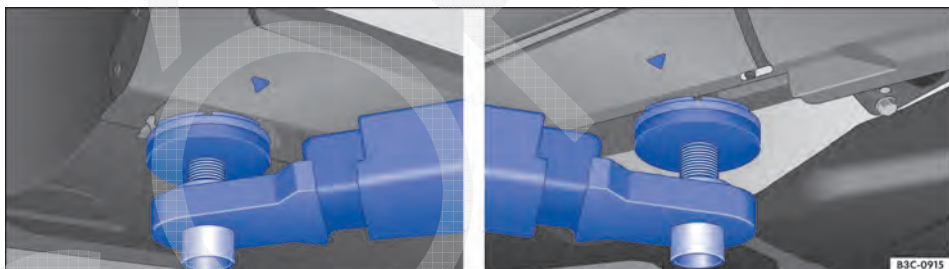
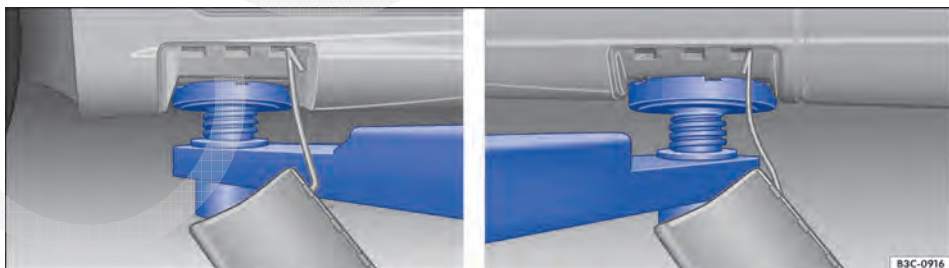

Fig. 237 Suspender com a plataforma elevatória: pontos de recepção em veículos sem cobertura.
Fig. 238 Suspender com a plataforma elevatória: pontos de recepção em veículos com cobertura.
O veículo deve ser suspenso somente pelos pontos indicados nas figuras ⇒ Fig. 237 e ⇒ Fig. 238. Se o veículo não for suspenso pelos pontos indicados, poderão ocorrer danos no veículo ⇒ ⓐ e ferimentos graves ⇒ ⚠️.
- Suspender o veículo somente pelos pontos indicados nas figuras ⇒ Fig. 237 e ⇒ Fig. 238. Se o veículo não for suspenso pelos pontos indicados, o veículo poderá cair da plataforma elevatória quando, por exemplo, o motor ou a suspensão for desmontado.